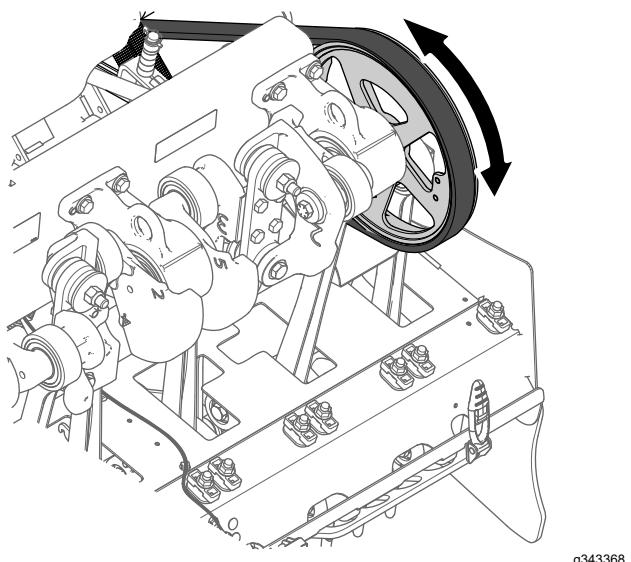
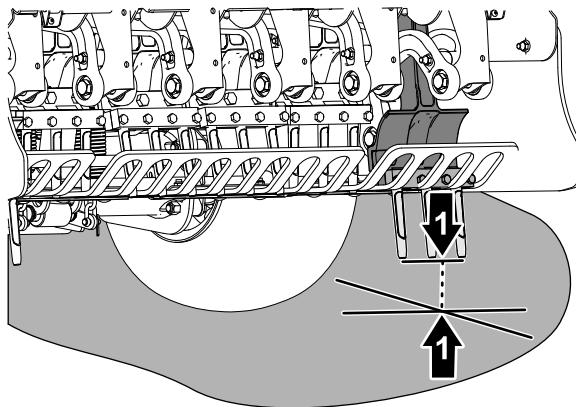

Figure 63
Figure 64
- Faites tourner la poulie de la tête d'aération (Figure 63) jusqu'à ce que les louchets les plus à l'extérieur soient le plus près du sol (Figure 64).